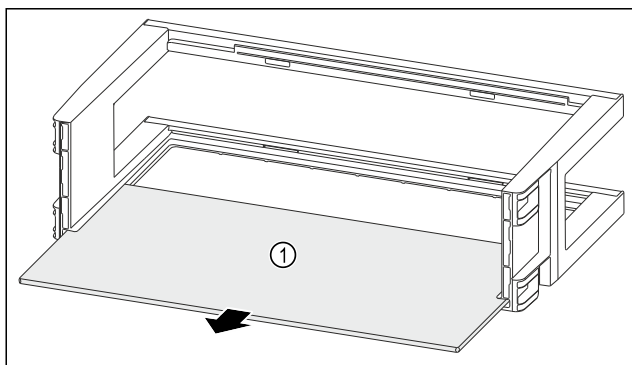

Fig. 114
- ▶ Odoberte odkladaciu plochu Fig. 114 (1).